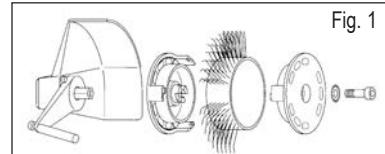
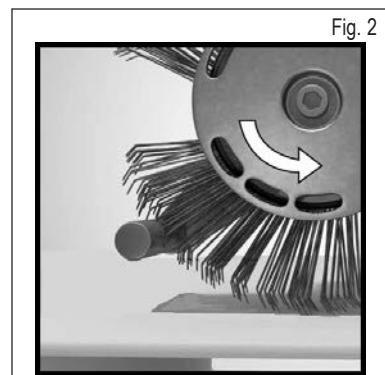

Fig. 1
Fig. 2
3. Afbryd for trykluftforsyningen, og fastgør så Bristle Blaster® bånd 23 mm resp. 11 mm korrekt til værktøjet med holdesystemet (bemærk omløbsretning) og den dertil indrettede stjernehjelmerskive og skruer. Se fig. 1 og fig. 2
- Anvendes et Bristle Blaster® Bånd i den forkerte omløbsretning? – Ret børstebåndet ind således, at det forløber i den foreskrevne retning (se kapitel 7, Ibrugtagning, fig. 2).